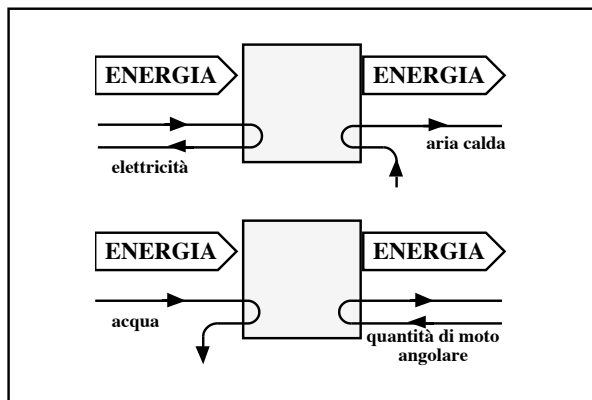

Fig. 1.14. Di quali trasferitori di energia si tratta?
2. Completa la fig. 1.14 con i nomi dei trasferitori di energia.